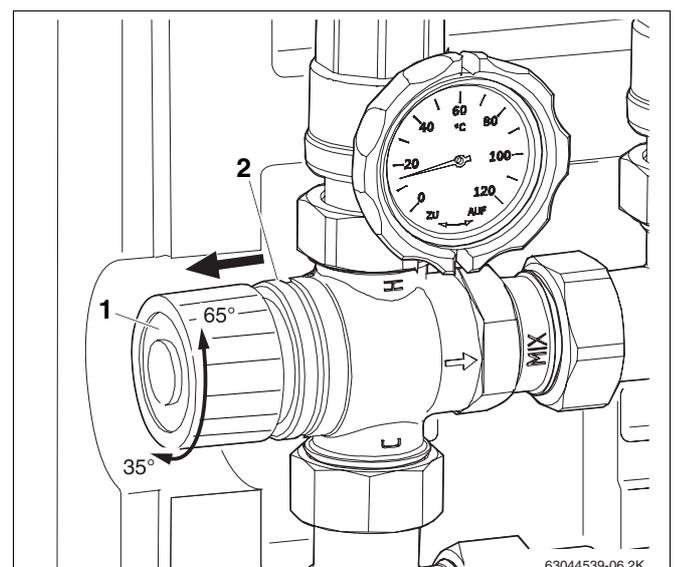

Abb. 10 Temperatur einstellen (Ausführung B, mit schwarzem Drehknopf)
Die Ausführung B hat einen schwarzen Drehknopf (Abb. 10, **Pos. 1**).
Der Drehknopf (Abb. 10, **Pos. 1**) kann folgendermaßen verstellt werden:
- Den Arretierring (Abb. 10, **Pos. 2**) zum Drehknopf (Abb. 10, **Pos. 1**) in Pfeilrichtung ziehen und gezogen halten.
- Drehknopf (Abb. 10, **Pos. 1**) mit gezogenem Arretierring (Abb. 10, **Pos. 2**) nach rechts drehen, senkt die Mischtemperatur ab.
- Drehknopf (Abb. 10, **Pos. 1**) mit gezogenem Arretierring (Abb. 10, **Pos. 2**) nach links drehen, hebt die Mischtemperatur an.
- Nach Einstellung den Arretierring (Abb. 10, **Pos. 2**) loslassen.
- Drehknopf (Abb. 10, **Pos. 1**) leicht nach links oder rechts drehen, bis die Arretierung einrastet, um ein versehentliches Verstellen zu vermeiden.